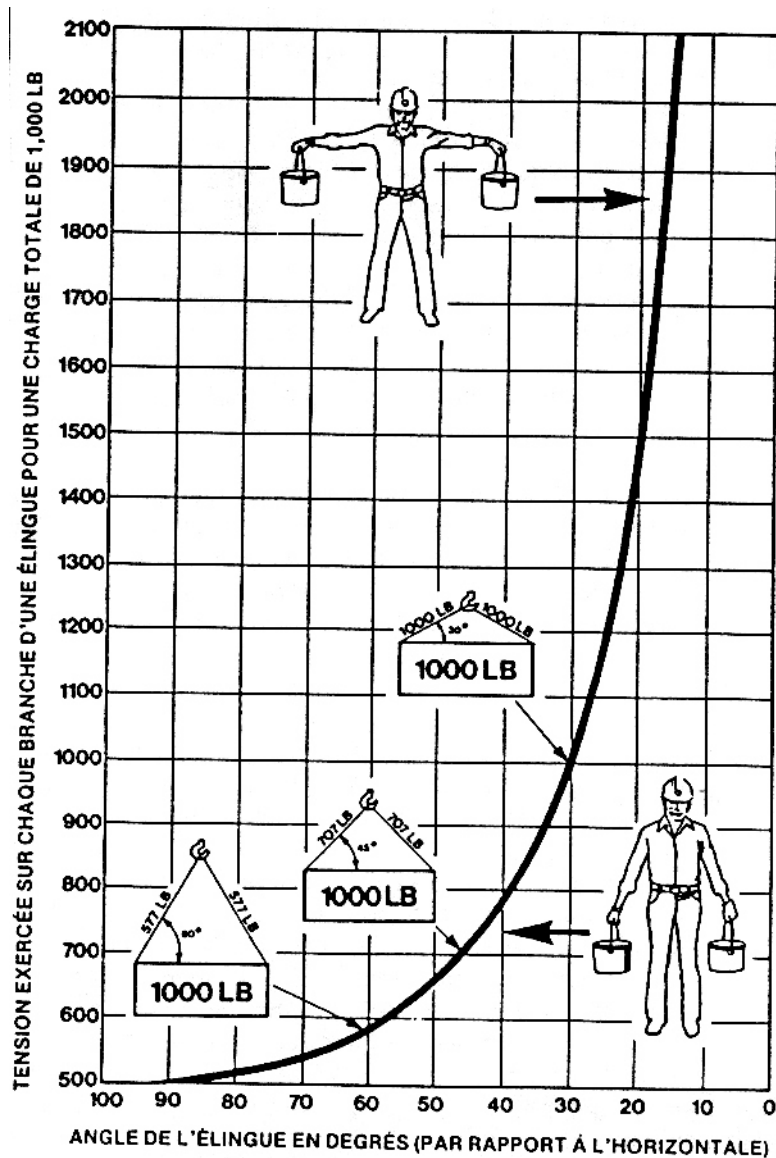

Figure 4 – Variation de la tension dans une élingue en fonction de son angle d'utilisation
- Toujours placer les élingues à des angles appropriés. Plus les angles des élingues sont petits, plus les tensions exercées le câble sont importantes (voir figure 4).